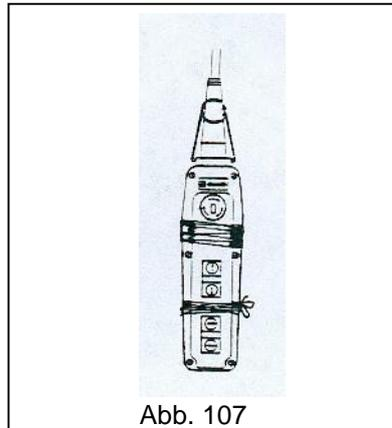

Abb. 107
- **NIEMALS** provisorische oder nicht den Anleitungen entsprechende Reparaturen vornehmen (Abb. 107).